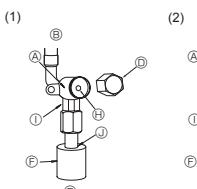
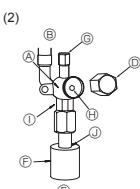

Fig. 5-5
Fig. 5-6
- (1) Strana tečnosti (Fig. 5-5)
- ① Skinite poklopac i okrenite osovinu ventila u smeru suprotnom od kazaljke na satu koliko je moguće pomoći šeststogaonog ključa od 4 mm. Prekinite sa okrećanjem kada udari u zaustavni deo.
- ② Uverite se da je zaustavni ventil potpuno otvoren, gurnite ručicu i okrenite poklopac nazad u prvobitni položaj.
- (2) Strana gaza (Fig. 5-6)